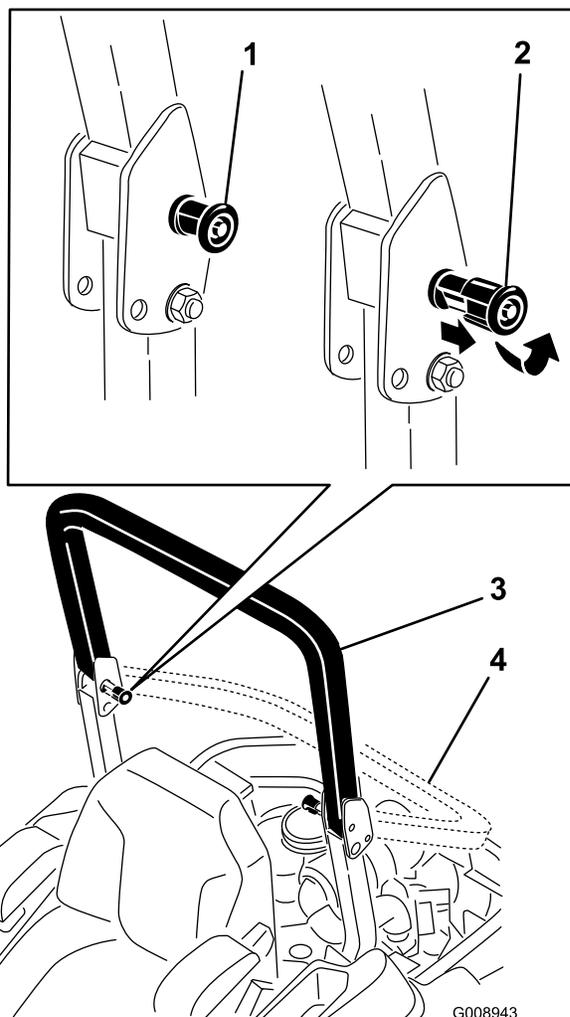

Figure 8
2. Tirez sur les deux boutons et tournez-les à 90° pour les désengager (Figure 8).
3. Faites pivoter l'arceau de sécurité à la position abaissée (Figure 8).
4. Pour relever l'arceau de sécurité à la position d'utilisation, tournez les boutons de sorte à les déplacer partiellement dans les rainures (Figure 8).
5. Redressez complètement l'arceau de sécurité tout en poussant sur la partie supérieure; les goupilles s'engagent en position quand les trous sont en face (Figure 8). Appuyez sur l'arceau de sécurité et vérifiez que les deux goupilles sont engagées.